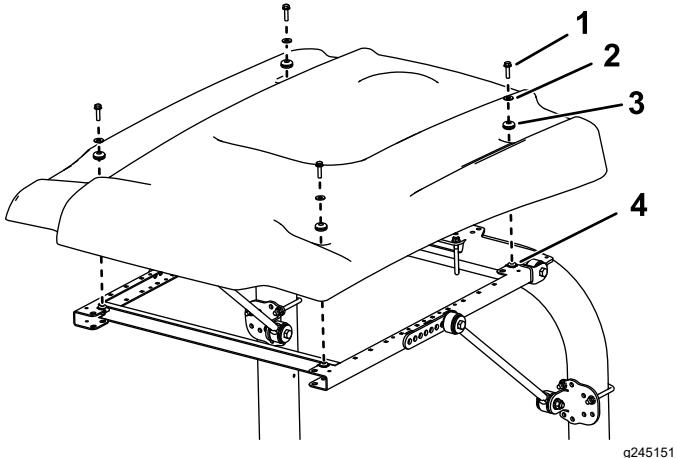

Рисунок 38
15. Выравнивая монтажные отверстия, расположите солнцезащитный навес на раме, как показано на Рисунок 38.
16. Установите каждый угол солнцезащитного навеса на раму с помощью болта с фланцевой головкой (5/16 x 1 $\frac{1}{4}$ дюйма), малой шайбы и уплотнительной втулки, не затягивая их (Рисунок 38).